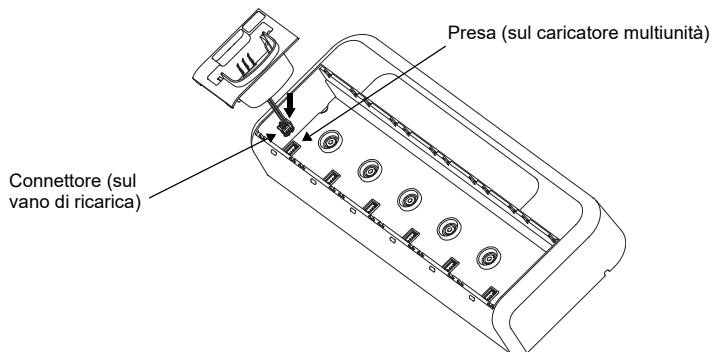

Figura 4
3. Rimuovere il vano tirando verso l'alto il connettore (fare riferimento alla Figura 4).
1. Collegare il vano di ricarica inserendo il connettore nella presa sul caricabatteria multiunità (fare riferimento alla Figura 4).